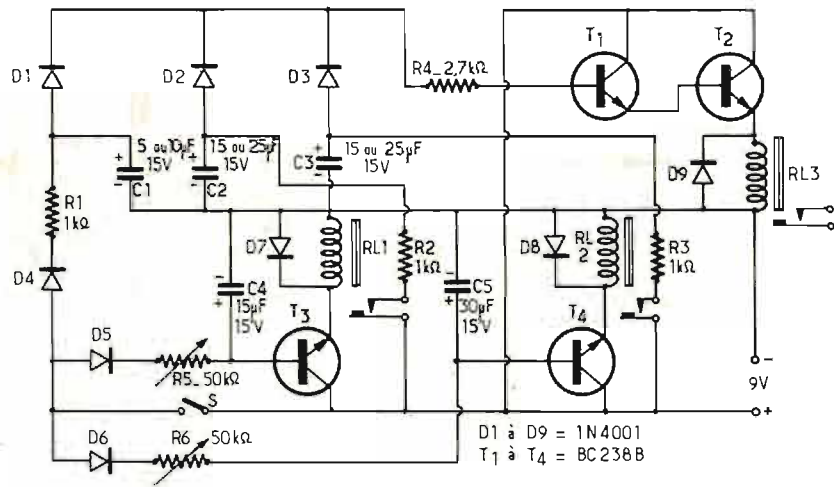

Fig. 6
Dans le montage décrit, lequel est extrait d'un livre consacré à l'électronique « domestique » (1), la durée d'éclairage est de 2 minutes pour une durée de commande inférieure à une seconde, de 4 minutes pour 1,5 secondes environ, et de 8 minutes pour plus de 2,5 secondes. Lors d'une manœuvre brève de la touche de déclenchement, une impulsion positive se trouve transmise, via  $D_4$ ,  $R_1$ , sur le condensateur  $C_1$ , lequel se charge immédiatement. Le transistor  $T_1$  reçoit alors un courant de base, par  $D_1$  et  $R_4$ .  $T_2$  devient également conducteur, et le relais  $RL_3$  s'arme, pendant 2 minutes environ, jusqu'à la décharge de  $C_1$  (fig. 6).